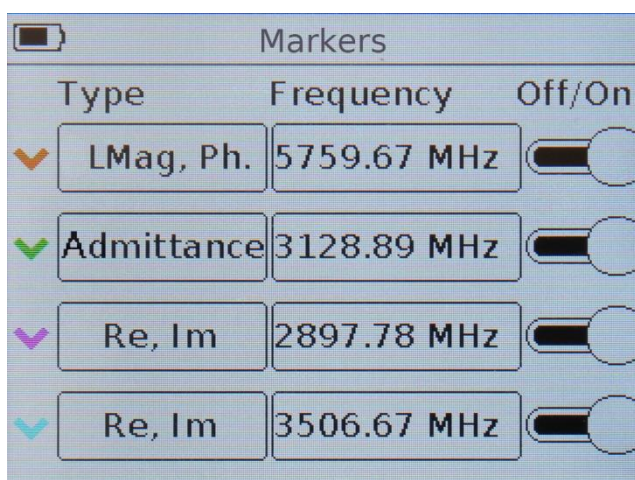

Рисунок 9.8 – Меню установки параметров выводимых на графики маркеров
9.4.5. Чтобы задать частоту, на которой будет установлен маркер, необходимо в меню маркеров (Рисунок 9.8) в столбце **Frequency** нажать на соответствующий маркер. На экране появится подменю ввода числовых значений, как на рисунке 9.10.